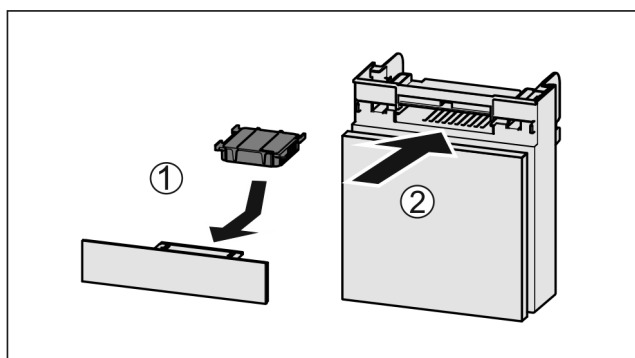

Fig. 196
- ▶ Вставити фільтр з активованого вугілля за малюнком Fig. 196 (1).
- ▶ Вставити відділення Fig. 196 (2).